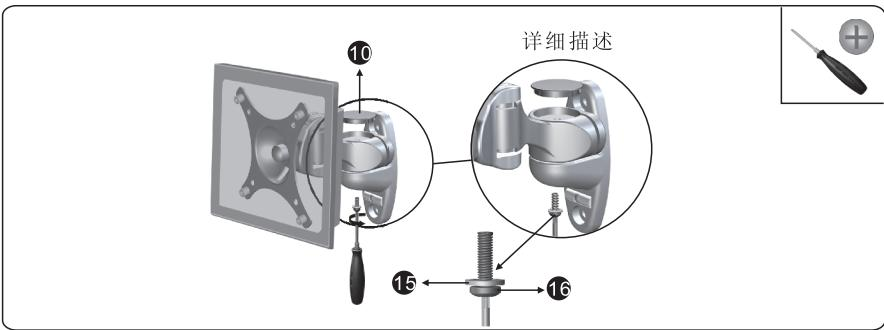

图: 3-2
- 用M6X12mm螺钉(16)，套上塑料垫片(15)后，将盖(10)安装到支架顶端(如图3-2)。